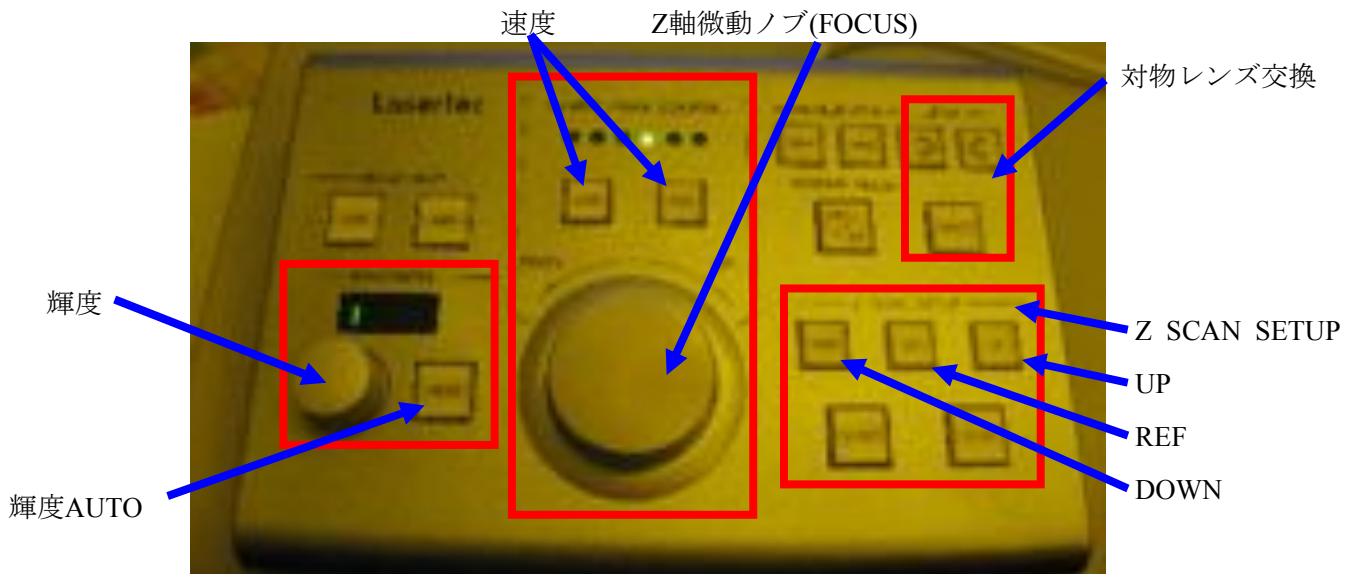

図2 コンソール
4. 試料の高さに合わせて顕微鏡のカメラヘッドの位置をZ軸ノブを使用して調整する(図 2)。
7. 輝度を最大にする(図 2)
- ①焦点があってればどの位置でもよいのでコンソールのREFキーを押し、REFポジションを登録
- ②Z軸微動ノブをUP方向に回し、焦点が合わず画面全体が暗くなったところで、コンソールのUPキーを押し、UPポジションを登録
- ③Z軸微動ノブをDOWN方向に回し、REFより下で焦点が合わず画面全体が暗くなったところで、コンソールのDOWNキーを押し、DOWNポジションを登録
- ④Z軸スキャンタイムとスキャン間隔、フレーム数を設定
- ⑤Z像作成方法